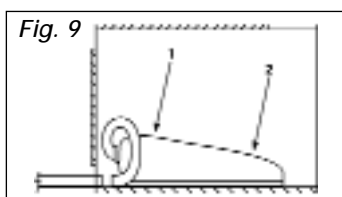

Fig. 9
5.6 Ventiler med fotomkopplare (se fig. 9)